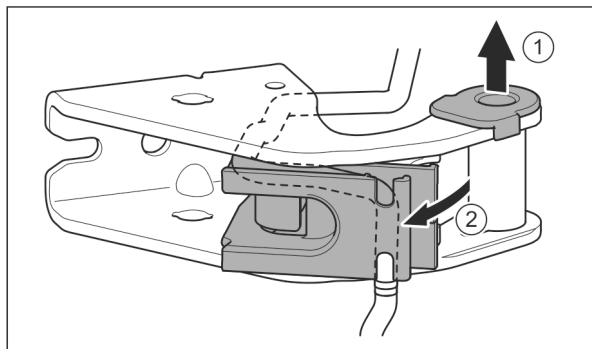

Fig. 24
- ▶ Опорную втулку вывести из направляющей. Fig. 24 (1)
- ▶ Отвести в сторону держатель кабеля. Fig. 24 (2)